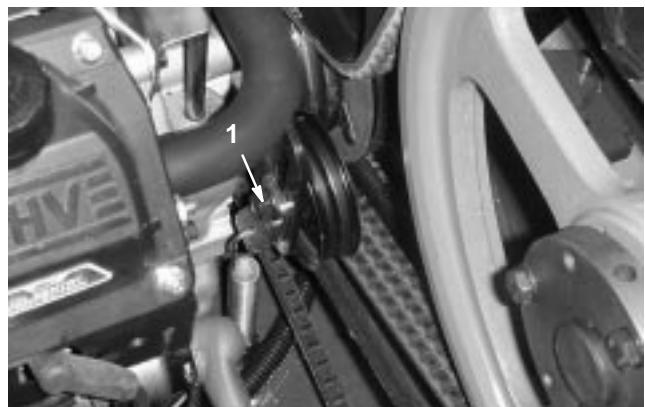

Figure 58
3. Desserrez le boulon de la poulie de tension de la courroie de pompe juste assez pour lui permettre de bouger dans la fente de réglage (Fig. 58).